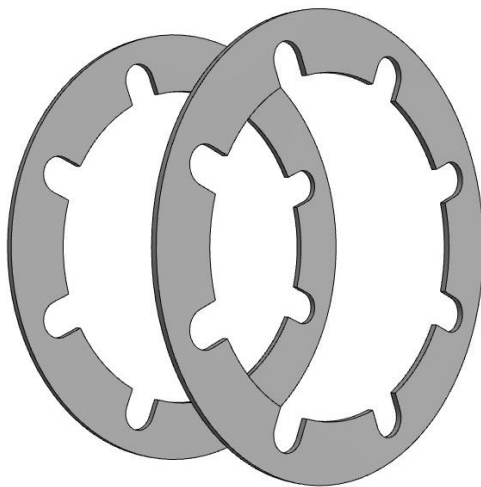

Abbildung 6
- Die Ausgleichsringe müssen wie in der Abbildung 6 dargestellt, montiert werden.